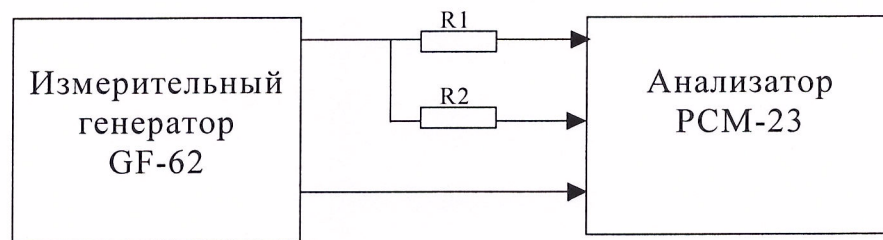

Рис.8.16.
8.3.16.1. Определение асимметрии производится с помощью двух прецизионных резисторов $R_1 = R_2 = 300 \text{ Ом}$ (подбираются так, чтобы их разность была менее 0,1 %) и измерительного генератора GF-62 методом прямых измерений (рис.8.16).